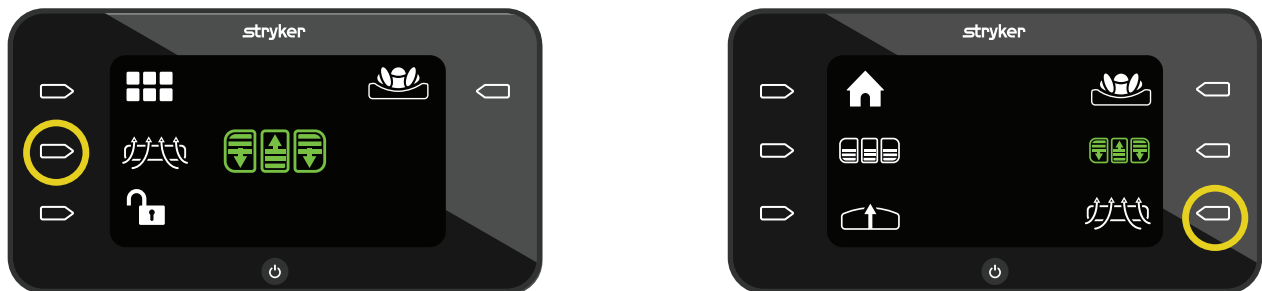

Figura 36 – LAL desactivada
1. Para activar LAL, pulse el botón **Acción** situado junto al icono **LAL desactivada** (Figura 36).